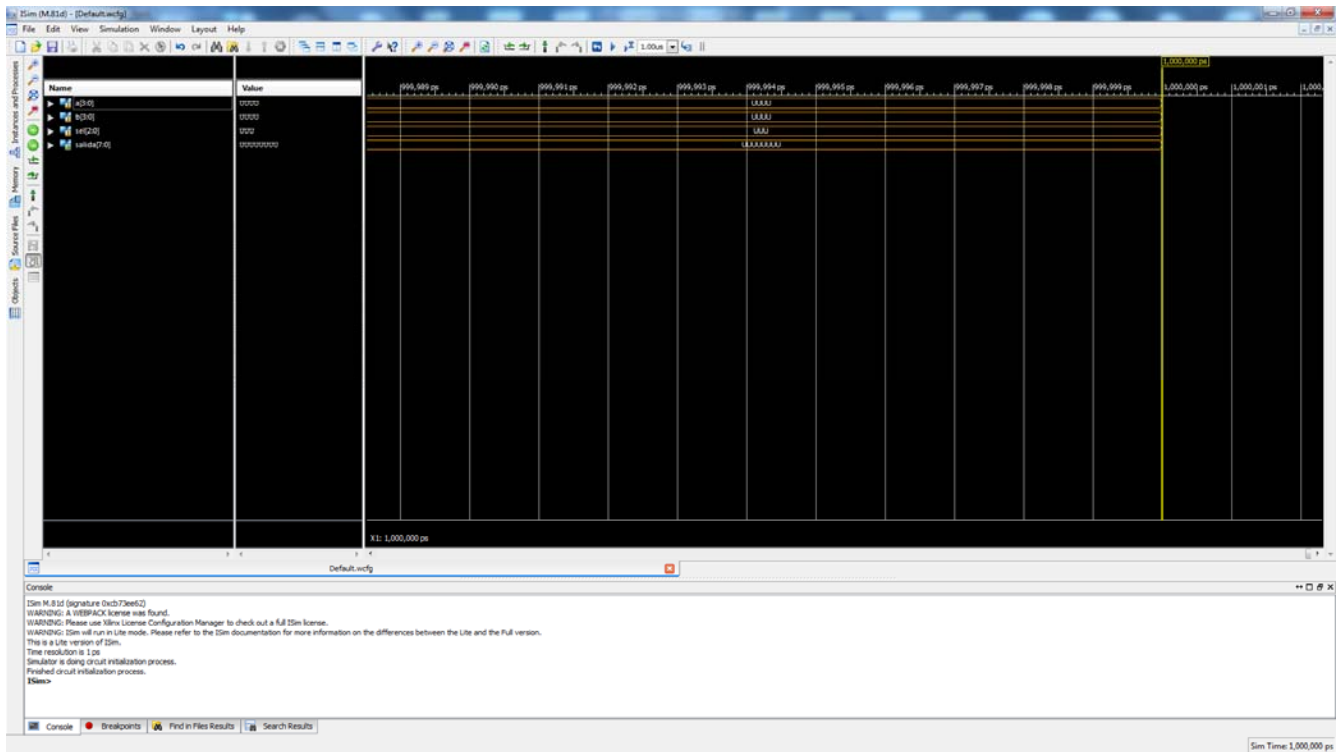

Figura 2.
- 3 Daremos doble click sobre la opción *Simulate Behavioral Model*. En este punto es importante que observes que no es necesario crear un archivo de simulación a diferencia de lo que hacemos con ModelSim (el simulador para la versión 10.1i de WebPack), aunque claro, si tu idea es conservar el archivo, lo recomendable es que lo hagas. Se abrirá ISIM como se aprecia en la figura 2. La ventana completa de ISIM está dividida por omisión en tres columnas: *name*, *value* y *wave form*. En la columna *name* están listadas todas las variables de entrada y de salida que declaraste en tu diseño. En la columna *value* aparecen los posibles valores de las variables; en este